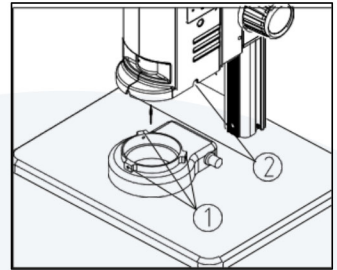

Fig. 2
Mueva la luz LED derecha cerca del cuerpo del microscopio de acuerdo con la dirección de la punta de flecha, alinee los tres orificios para tornillos (1) con la ranura de la rosca (2), y bloquee el tornillo con una llave hexagonal interna M4 (longitud lateral 2mm). (Ver Fig. 2)